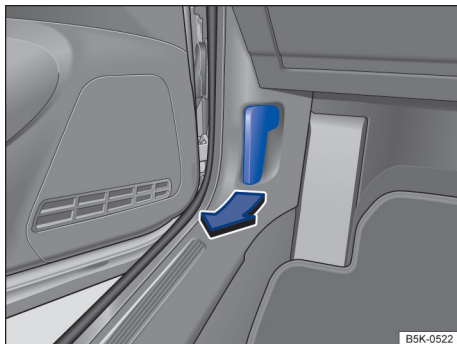

Fig. 210 Na área para os pés no lado do condutor: alavanca de destravamento da tampa do compartimento do motor.
- Abra a porta do condutor e puxe a alavanca de destravamento no sentido da seta → **Fig. 210**. A tampa do compartimento do motor é desenganchada do travamento da chapa de suporte do fecho pela força de uma mola → .